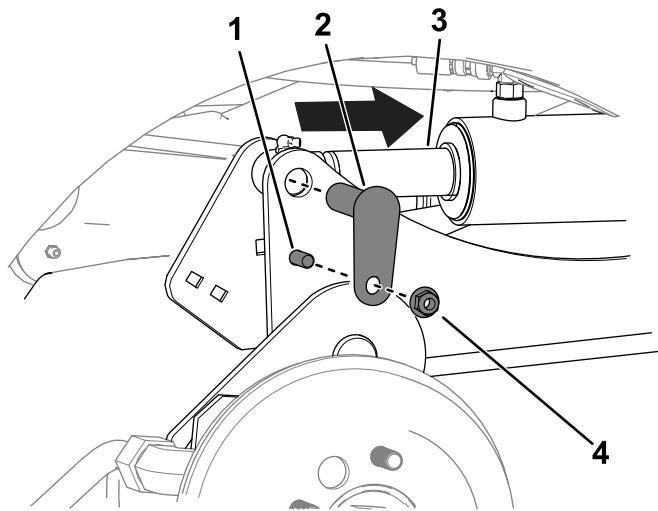

Figure 7
- B. À l'aide d'un pointeau, alignez les trous des tiges de vérin et les trous des bras de levage (Figure 7).
- C. Avec 2 boulons ($\frac{3}{8}$ " x 1 $\frac{1}{4}$ "), 2 écrous ($\frac{3}{8}$ ") et 2 petits axes, fixez les bras de levage aux vérins (Figure 7).